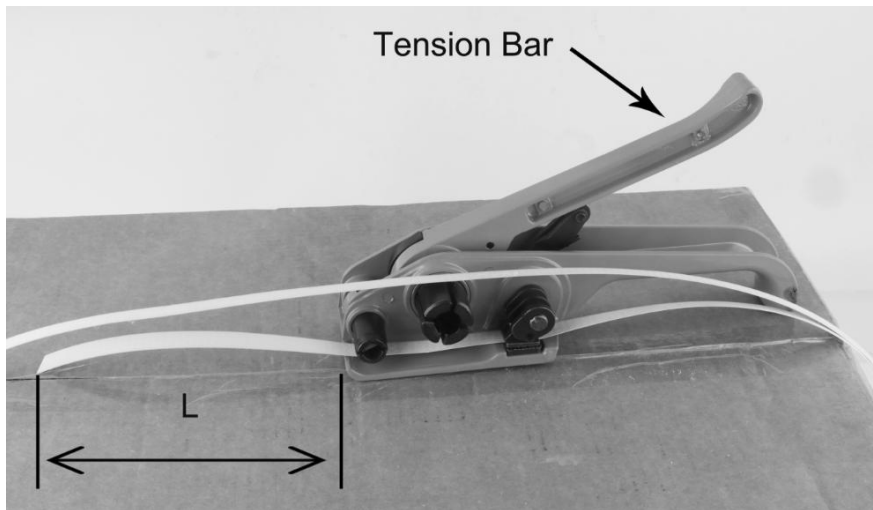

FIG. 1
1. Sujeción Tensor ver FIG. 1 , presione la barra de tensión y la correa de carga , $L \geq 3$ pulgadas (8 cm).